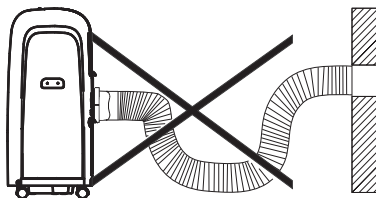

рис. 10
- 2) Установить кондиционер рядом с окном. Отрегулируйте длину шланга, чтобы добраться до окна. При установке вытяжного шланга убедитесь, что шланг не пережат и не перетянут (Рис. 10).